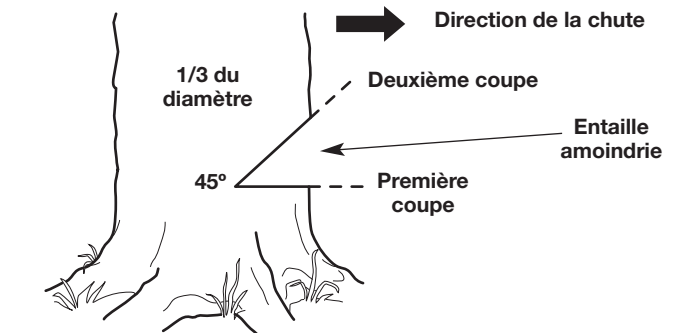

Fig. 14
1. Faites une coupe horizontale dans le tronc de l'arbre (Fig. 14). La coupe doit être environ du tiers du diamètre de l'arbre et près du sol. Pour éviter que le guide-chaîne ne soit pincé par le poids du bois, faites toujours cette coupe en premier.
2. Faites une coupe de 45° dans le tronc de l'arbre, par-dessus la première coupe (Fig. 14). Continuez la coupe jusqu'à ce que les deux entailles se rencontrent.